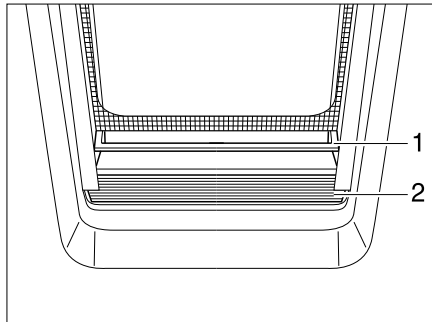

Fig. 52 Dispositif occultant plissé
- Saisir le dispositif occultant plissé (Fig. 52,2) au centre du rebord de saisie (Fig. 52,1), tirer de bas en haut et relâcher à la hauteur désirée. Le dispositif occultant plissé reste alors à cette hauteur.